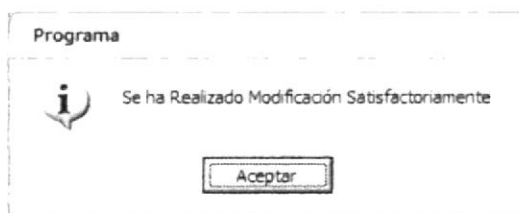

Figura 5.49 Mensaje de Modificación de Ciudad
6. Si se ha realizado la modificación aparecerá el mensaje (Ver figura 5.49)